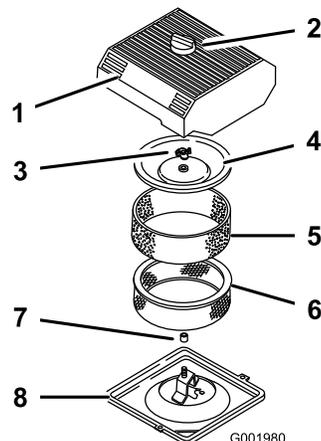

图37
3. 清洁空气滤清器的周围防止灰尘进入发动机并导致损害 图37。
4. 松开空气滤清器盖上的旋钮取下滤清器盖 图37。
5. 小心将泡沫滤芯滑出纸质滤芯 图37。
6. 拧下护罩螺母取下护罩和纸质滤芯 图37。
- 小心将泡沫滤芯滑落到纸质空气滤清器滤芯上 图37。
- 安装护罩螺母用手指拧紧护罩 图37。
- 安装空气滤清器盖和旋钮 图37。